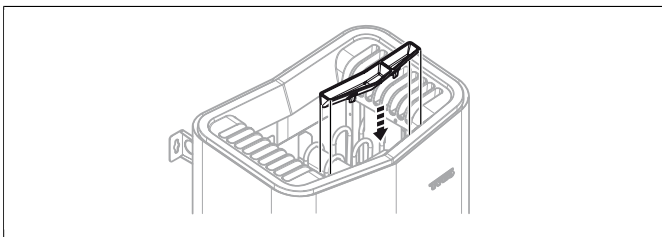

Abb. 11: Montage von Duftbehälter/Luftbefeuchter
10. Montieren Sie Kräuterschale/Luftbefeuchter, siehe **Abb. 11**, Seite 5.